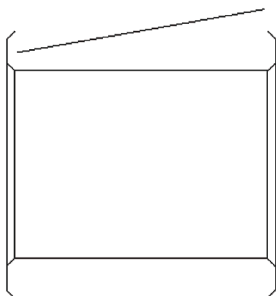

图 4-69 打开模型文件
STEP 01 单击快速访问工具栏中的“打开”按钮，打开模型文件，如图 4-69 所示。